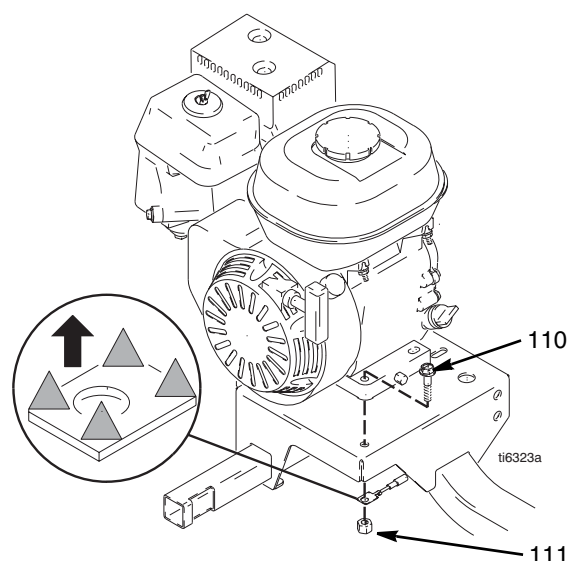

FIG. 13
3. FIG. 13. Enlever les deux écrous (111) et vis (110) de l'embase du moteur.
2. FIG. 13. Poser deux vis (110) sur l'embase du moteur et les fixer avec des écrous (111). Serrer à 27,12 N.m.
2. Fig. 13. Retirer les deux vis (108) et ouvrir le boîtier (62a).